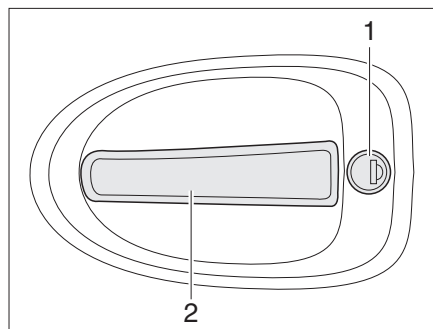

Fig. 35 Cerradura de la puerta del conductor, en el exterior
- Introducir la llave en el cilindro de cierre (Fig. 35,1) y girarla hasta que esté desbloqueada la cerradura de la puerta.
- Tirar del tirador de la puerta (Fig. 35,2). La puerta está abierta.
- Introducir la llave en el cilindro de cierre (Fig. 35,1) y girarla hasta que esté bloqueada la cerradura de la puerta.